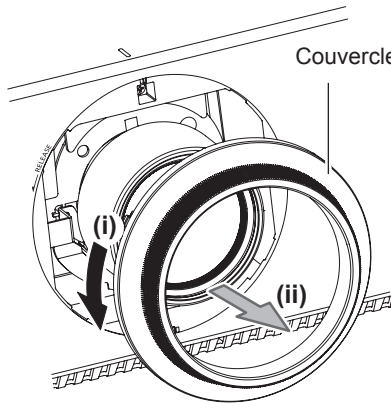

Fig. 1
- 1) Tournez le Couvercle de support d'objectif dans le sens inverse des aiguilles d'une montre et retirez-le. (Fig. 1)
- 1) Retirez le Couvercle de support d'objectif, alignez le guide de l'objectif de projection avec la rainure du guide du projecteur, puis insérez-le dans l'extrémité. (Fig. 1)